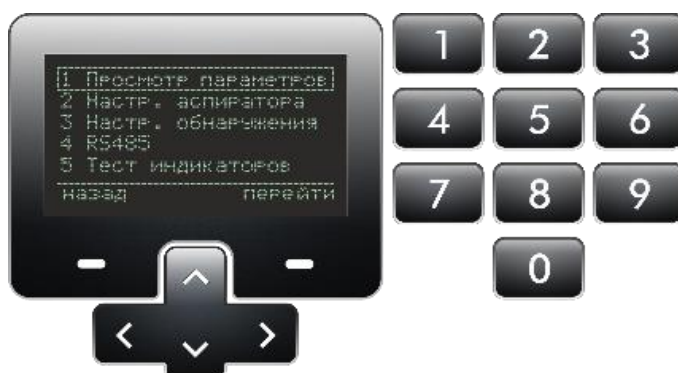

Рисунок 1 – Органы управления
5.1 Управление работой извещателя и настройка параметров осуществляется с помощью экрана, клавиш навигации, выбора и цифровой клавиатуры (рисунок 1).